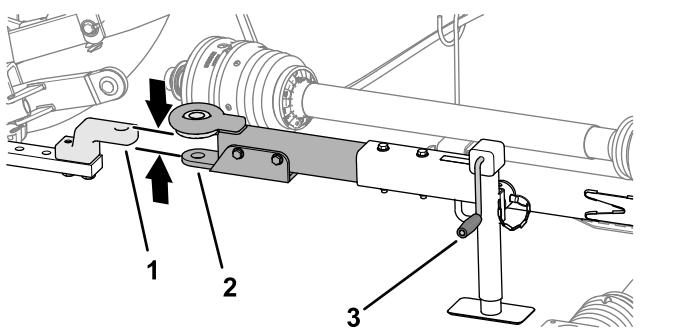

Рисунок 28
- С помощью рукоятки домкрата поднимайте или опускайте домкрат буксировочной штанги до совмещения ее с тяговым бруском или поворотным сцепным устройством (Рисунок 28).
- Совместите тяговый брус или поворотное сцепное устройство буксирного автомобиля с буксировочной штангой газонокосилки (Рисунок 28).